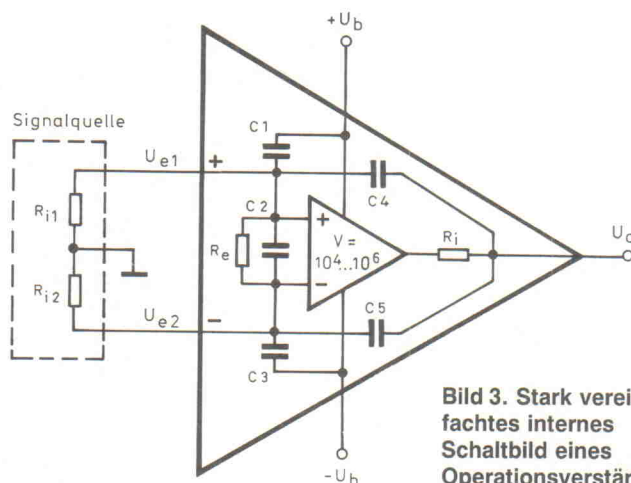

Bild 3. Stark vereinfachtes internes Schaltbild eines Operationsverstärkers.
Zunächst ist die Verstärkung eines realen Operationsverstärkers nicht unendlich (Bild 2), sondern liegt zwischen 10 000 (80 dB) und 1 000 000 (120 dB). Wie man leicht erkennen kann, genügen bereits Bruchteile eines Millivolts zur Vollaussteuerung eines OV's. Auch der Differenz-Eingangswiderstand R_e (Bild 3) ist endlich, bei bipolaren Eingangstransistoren kann er zwischen einigen 10 k Ω bis etlichen M Ω liegen. Verfügt der OV über FET-Eingänge oder ist er gar in CMOS-Technik ausgelegt, sind Eingangswiderstände über 1 G Ω keine Seltenheit. Spezialtypen erreichen hier Werte über 1 T Ω ($10^{12} \Omega$). Zur Verdeutlichung: Ein aus den Komponenten 1 nF und 1 T Ω bestehendes RC-Glied weist eine Zeitkonstante von rund 16,7 min auf, mit einer Kapazität von 1 μ F steigt diese auf 11,5 Tage an.
Ein weiterer Symmetriefehler ist durch die Eingangsströme I_{e1} und I_{e2} bedingt, insbesondere dann, wenn der Eingang des Operationsverstärkers aus bipolaren Transistoren besteht. Ist der Innenwiderstand der angeschlossenen Signalquelle (Bild 3) für die beiden Eingangs-
Jeder Verstärker, sowohl integriert als auch diskret realisiert, enthält laut Bild 3 auch parasitäre Kondensatoren, deren Kapazität die obere Betriebsfrequenz bestimmt. Bild 4 zeigt als Beispiel die Innenschaltung des Operationsverstärkers 741 (748). Dieser Typ ist zwar schon etliche Jahre alt, gilt aber dennoch als klassischer Operationsverstärker mit interner Frequenzkompensation. Er wird auch heute noch gern eingesetzt, vorzugsweise in technisch verbesserter Form beziehungsweise als OV-Variante mit FET-Eingängen. In Bild 4 ist die typische Innenschaltung wiedergegeben.